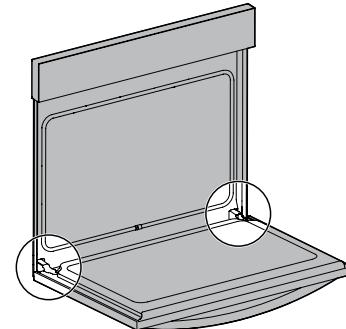

Figure 40: Emplacement de la charnière de la porte
1. Ouvrez complètement la porte du four, parallèlement au sol (Figure 40).
3. Ouvrez complètement la porte du four (parallèlement au sol (Figure 40)).